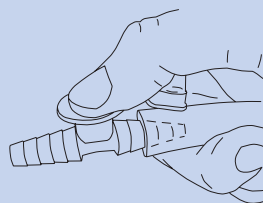

Abb. 21
2. Halten Sie die Öffnung des Absaugschlauchs (Abb. 1 (I)) und des Fingertips (Abb. 21) zu.
2. Steuern Sie den Absaugvorgang und das gewünschte Vakuum mit der Nebenluftöffnung am Fingertip (Abb. 21).